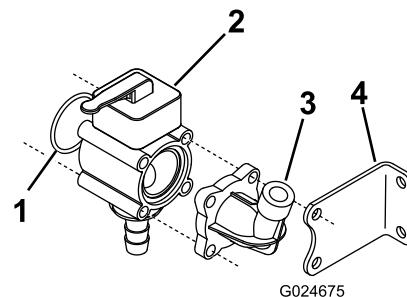

Figura 4
3. Instale o anel de retenção, conjunto da válvula manual, porta do indicador de pressão previamente removida e o suporte de estabilização utilizando 4 barras roscadas e anilhas chatas e porcas guardadas; consulte Figura 4.